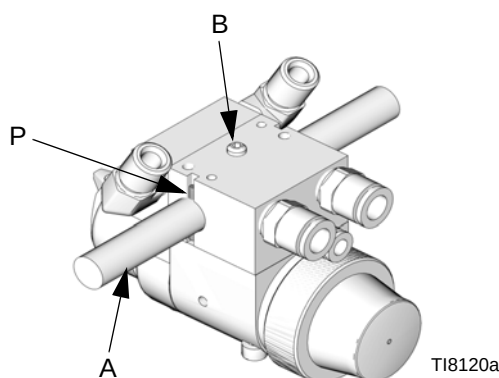

FIG. 3: Montaggio braccio alternativo
1. Inserire la barra di montaggio (A) nel foro del collettore come mostrato in FIG. 3.